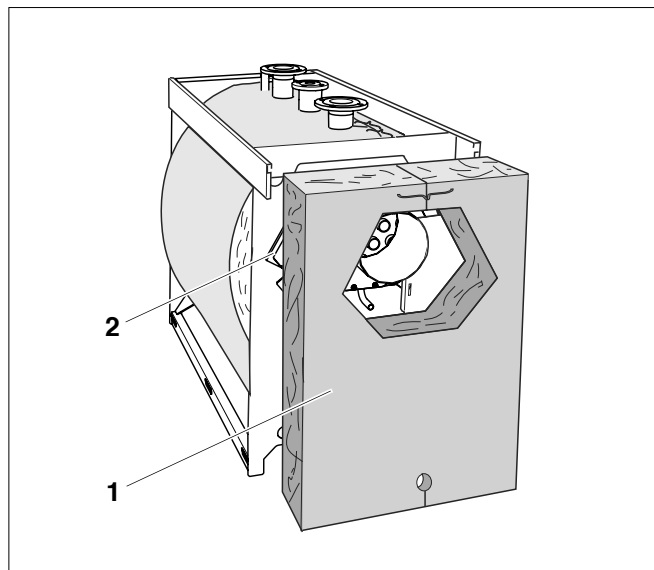

Fig. 21 Montarea izolației termice a peretelui din spate
- Împingeți izolația termică a peretelui din spate (fig. 21, **poz. 1**) cu decuparea peste colectorul de gaze arse (fig. 21, **poz. 2**).